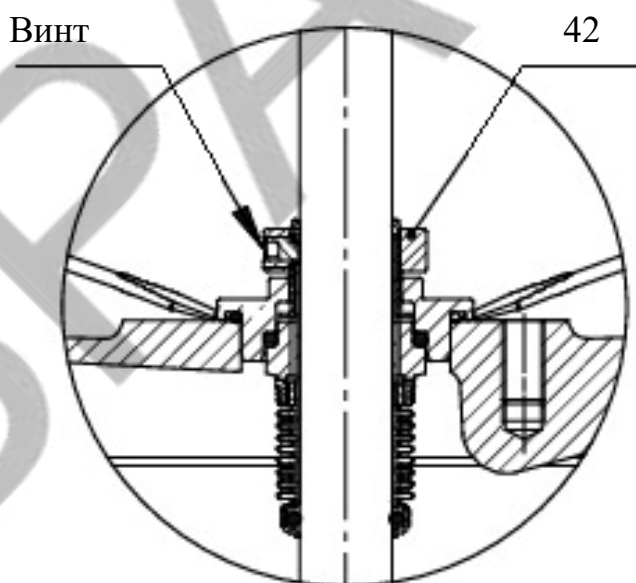

Рис. 12
5. С помощью двух отверток высвободить уплотнение вала поз. 42 из верхней части насоса, смотрите Рис. 12, и снять его с вала.
5. Запрессовать вал насоса до упора и зафиксировать уплотнение вала с помощью винтов на валу, смотрите Рис. 12.
7. С помощью двух отверток высвободить уплотнение вала поз. 42 из верхней части насоса, смотрите Рис. 12 и снять его с вала.
5. Запрессовать вал насоса до упора и зафиксировать уплотнение вала с помощью винтов на валу, смотрите Рис.12.